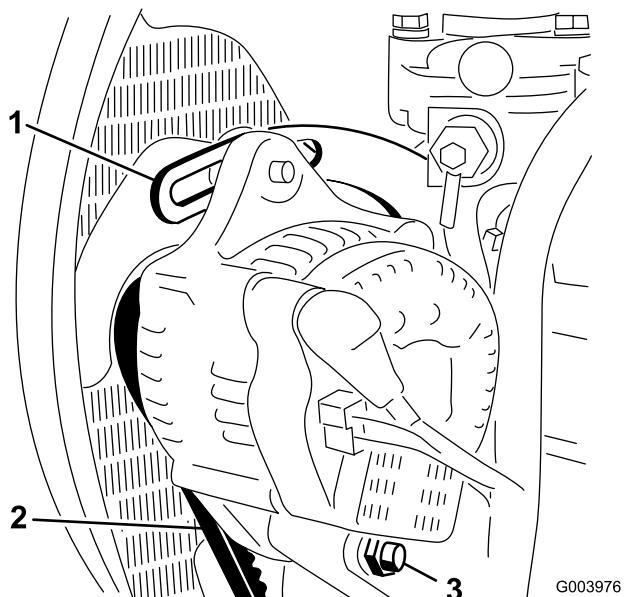

Figure 61
- Vérifiez la tension de la courroie d'alternateur en exerçant une pression modérée avec le pouce au centre du brin, entre l'alternateur et la poulie du moteur (Figure 61).
- Desserrez le boulon de fixation du renfort au moteur (Figure 61), le boulon de fixation de l'alternateur au renfort et le boulon de pivot.